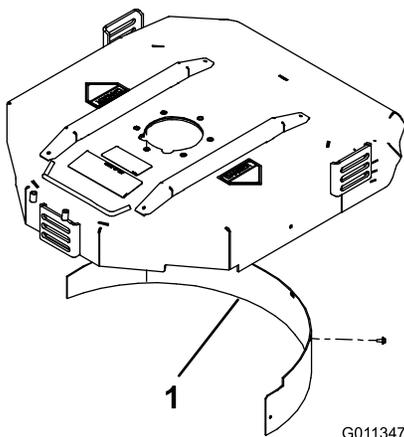

Figura 11
2. Instale o abafador de mulch na abertura traseira e fixe-o com 5 parafusos com cabeça flangeada (Figura 11).